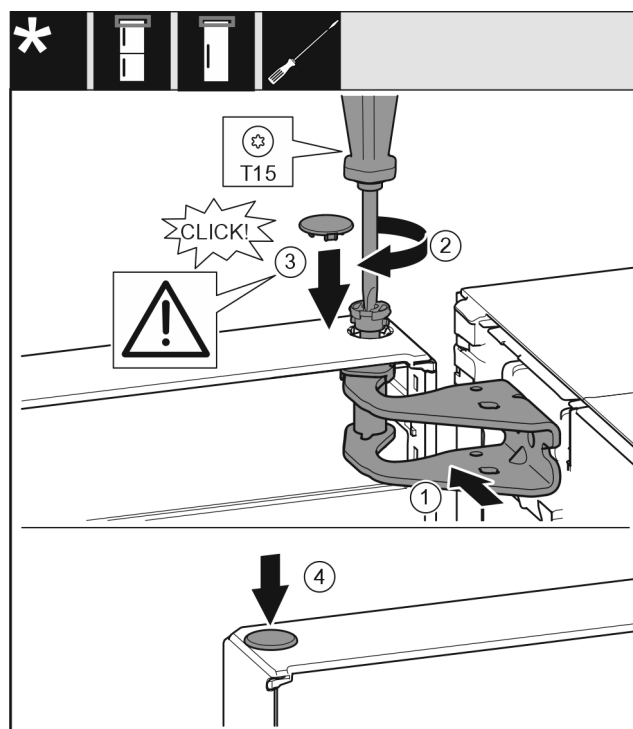

Fig. 19
- ▶ Rett ut døren øverst mot åpningen i lagerbukken. Fig. 19 (1)
- ▶ Sett inn bolten, og skru den fast med skrutrekker T15. Fig. 19 (2)
- ▶ Montere sikringsdekselet for å sikre døren: Sett inn sikringsdekselet, og kontroller at det ligger på døren. Ellers settes bolten helt inn. *Fig. 19 (3)*
- ▶ Sett inn proppen. *Fig. 19 (4)*